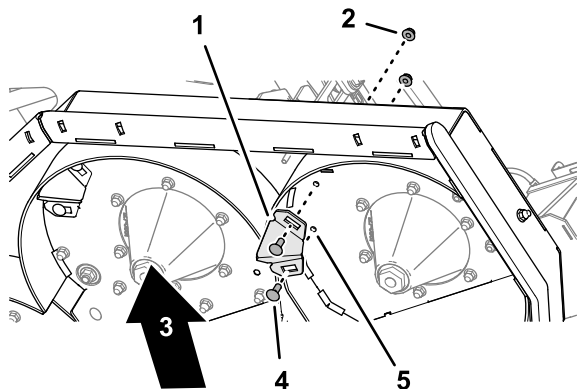

Figure 36
1. Sur le côté inférieur gauche du plateau de coupe, retirez les 2 boulons de carrosserie ($\frac{3}{8}$ " x 1") et les 2 contre-écrous à embase ($\frac{3}{8}$ ") qui fixent le kicker au plateau, et déposez le kicker (Figure 36).